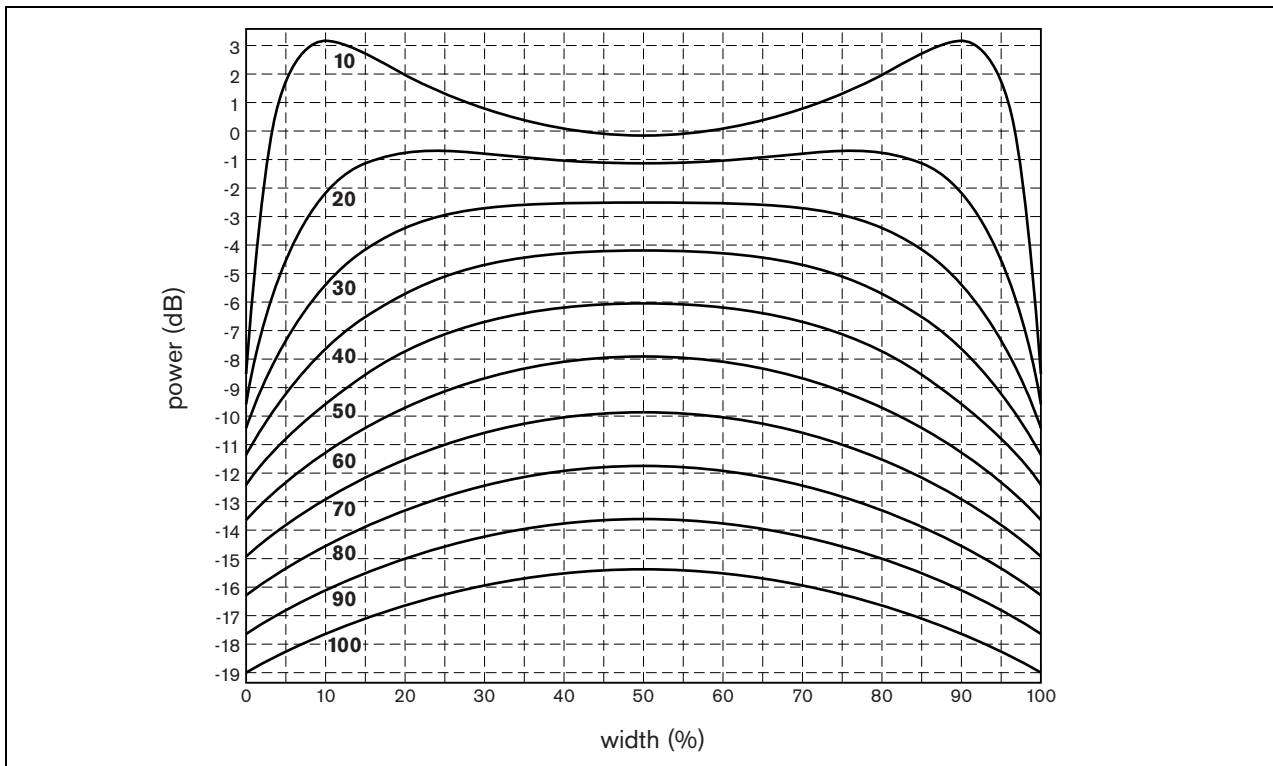

figure 2.8: Puissance extra //largeur de la salle
En général, vous installez la boucle d'induction au sol ou au plafond dans une pièce. Lorsque la distance entre le sol et la boucle d'induction est trop faible (moins de 8% de la largeur) ou trop importante (plus de 20% de la largeur) reportez-vous à figure 2.8. La figure 2.8 présente la puissance additionnelle nécessaire pour que l'amplificateur de boucle crée le champ magnétique correct. Les chiffres à côté des courbes indiquent la distance du sol à la boucle d'induction en % de la largeur (W) de la salle.